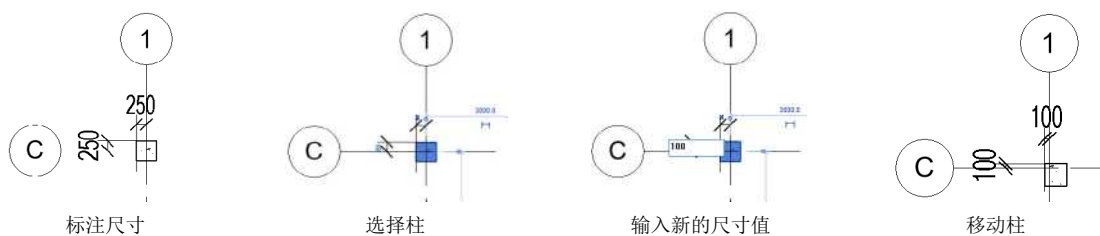

图 15-15 调整柱位置 (1)
(5) 单击“注释”选项卡“尺寸标注”面板中的“对齐”按钮, 对轴线 1 和 C 交点处的柱进行尺寸标注, 然后选择柱, 双击尺寸值在文本框中输入新的尺寸值, 移动柱如图 15-15 所示。